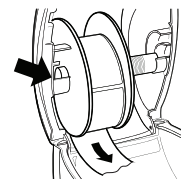

Figura 7
- 6 Introduzca el carrete de etiquetas en la ranura de la tapa de la impresora de modo que las etiquetas salgan por debajo del rollo. Consulte la Figura 7.